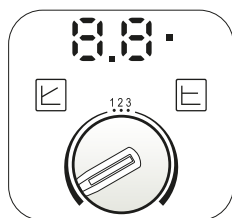

рис. 32
**- Настройка Dp-v пропорционального напора (рис. 32)**